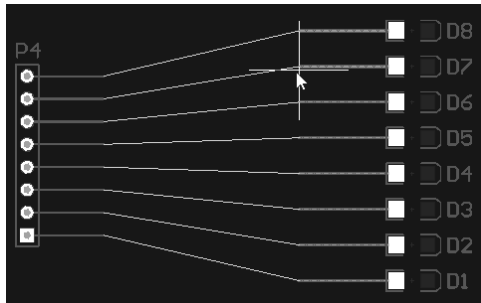
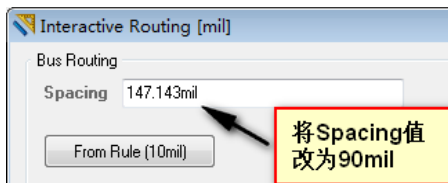

图 14-21 多走线布线步骤 (5)
图 14-22 右侧总线间距
(5) 执行菜单命令 Place » Interactive Multi-Routing [P, M] 或者单击 Wiring 工具栏上的  按钮，光标变为十字形，单击 D1~D8 元件的任何一个选中的焊盘，移动光标，即可同时拉出八条走线，如图 14-21 所示，按下 Tab 键，弹出如图 14-22 所示的对话框，在 Spacing 文本框输入 90mil。这样从两侧引出的总线间距就相同了，可以平整地接续在一起。